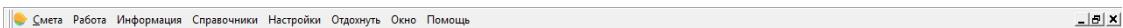

Рис. 2. Главное меню
**Главное меню** (см. рис. 2) по умолчанию состоит из восьми кнопок: **Смета, Работа, Информация, Справочники, Настройки, Отдохнуть, Окно, Помощь**.